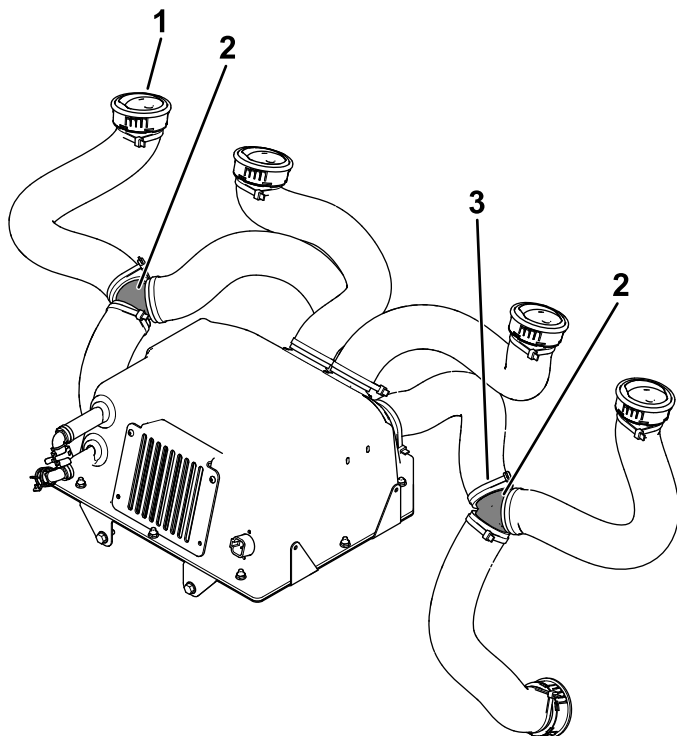
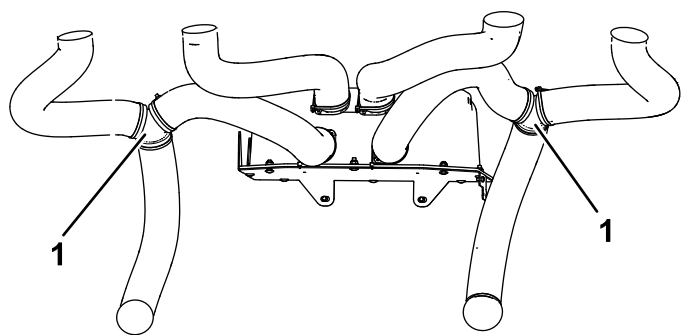

Figure 13
Figure 14
1. Branchez les 6 tuyaux de ventilation aux bouches d'air réglables à l'aide de 6 grands attache-câbles (Figure 13).
2. Acheminez les tuyaux et installez les 4 bouches réglables dans les 4 trous supérieurs (Figure 13).
3. Acheminez les tuyaux et installez les 2 bouches non réglables dans les 2 trous inférieurs (Figure 13).
4. Reliez les 2 tuyaux extérieurs de la bouche d'air aux 2 tuyaux inférieurs à l'aide de 2 adaptateur en Y et de 4 attache-câbles (Figure 13 et Figure 14).
Reliez 2 autres tuyaux aux tuyaux extérieurs et fixez-les en place avec 2 attache-câbles (Figure 13 et Figure 14).
5. Raccordez les 4 tuyaux de la bouche d'air au boîtier du chauffage au moyen de 4 attache-câbles (Figure 13 et Figure 14).